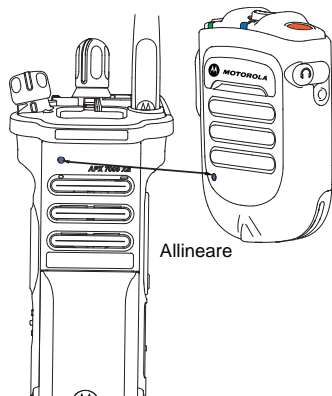

Figura 2.10: Accoppiamento del WRSM
- 2 Posizionare il puntino blu (punto di contatto per l'accoppiamento) sul dispositivo WRSM entro 2,5 cm (1 pollice) dal puntino blu sulla radio. Vedere Figura 2.10.